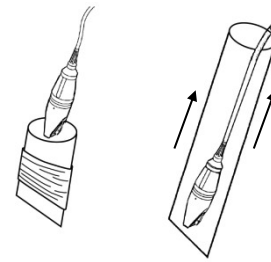

図 1
- 4) プローブカバーを、エコーゼリーが拭き取られないように注意しながら、超音波プローブのヘッドから被せていき、プローブケーブル途中までカバーする（図 1）。